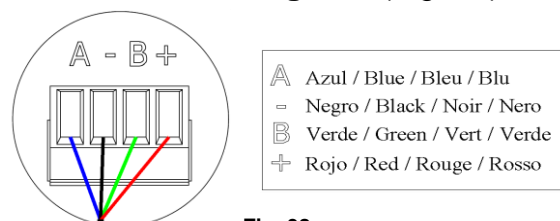

Fig. 38
El termostato se puede comunicar con el módulo bien por cable (AZAMPCI [XX] C) o vía radio (AZAMPCI [XX] R). Para la opción cableada, se conecta mediante una borna de 4 pines ④. Para ello fije el cable con los tornillos de la borna, **respetando el código de colores asociado a la serigrafía** (Fig. 38).